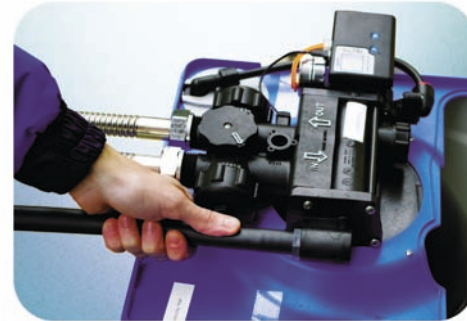

рисунок 6
- 1 Вкрутите сливной патрубок (см. рисунок 6) в сливное отверстие таким образом, чтобы снаружи было видно менее трех витков резьбы. Для предотвращения утечки, оберните резьбу сливного патрубка тремя витками тефлоновой ленты, шириной $\frac{1}{2}$ дюйма.
- 2 Подсоедините сливную линию к сливному отверстию (см. рисунок 6) с помощью гибко-